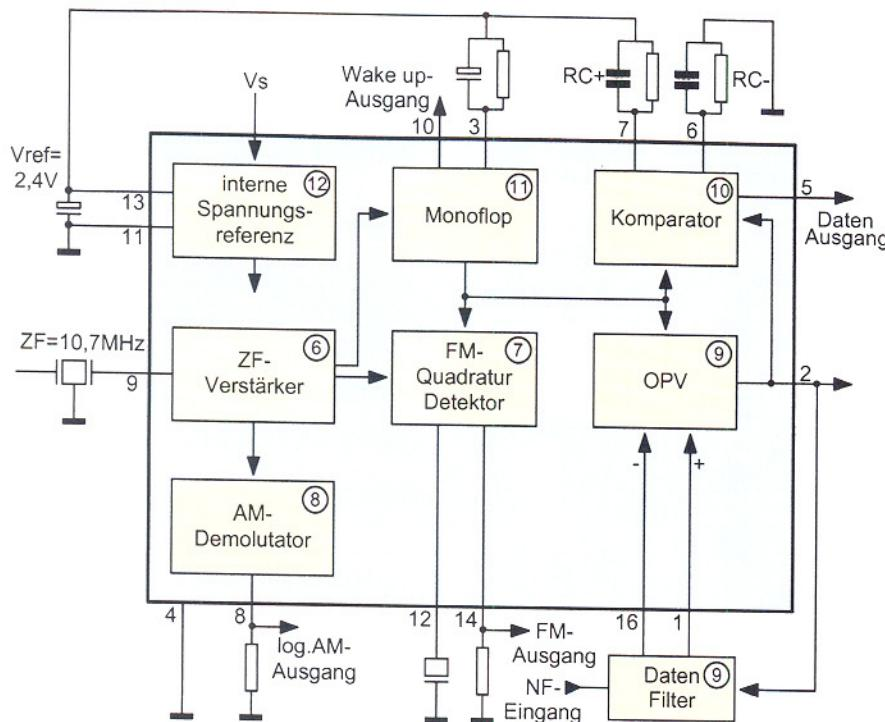
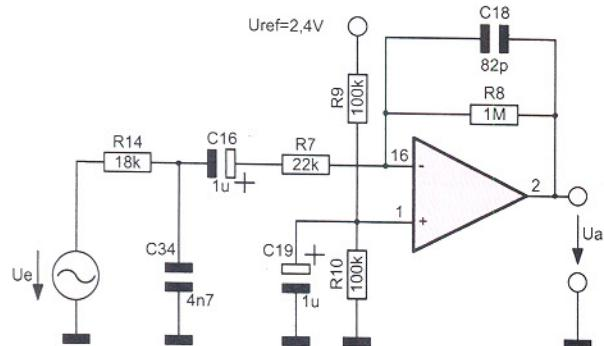

Bild 7: Innenschaltung des U4311B von TEMIC
Bild 8: Datenfilter in Verbindung mit internem OPV
In Abbildung 7 ist die Innenschaltung dieses ICs dargestellt. An Pin 8 und Pin 14 stehen die Signale des AM- und des FM-Demodulators zur Verfügung. Beide Demodulatoren besitzen Stromquellenausgänge, so daß durch die Beschaltung mit R 14 der Innenwiderstand der entsprechenden Spannungsquelle festgelegt wird. Die Detailschaltung in Abbildung 8 zeigt die Schaltung des mit Hilfe des internen OPV (9) realisierten Datenfilters, in Abbildung 9 ist die Übertragungsfunktion zu sehen.
Bild 8: Ansicht der neuen optischen Bank von ELV (ohne Gehäuse) mit Grundplatte und teilweise bestückten Effekten. Hinter den Umlenkspiegeln ist der 2mW-Helium-Neon-Laser LA 230 angeordnet.